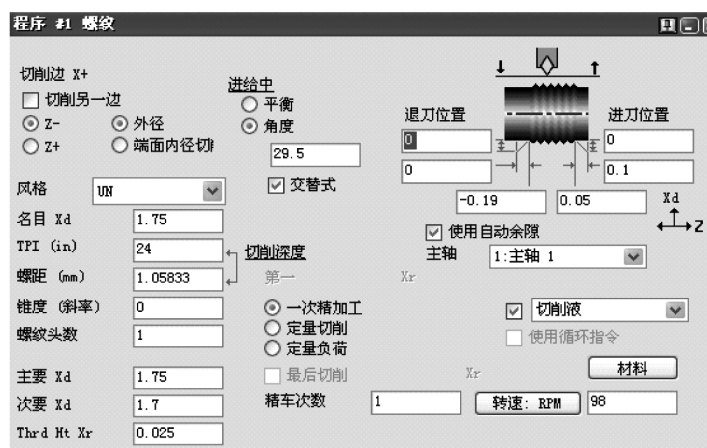

图 6-67 外螺纹车削
1) 应用#8 刀具创建外螺纹车削加工程序，如图 6-67 所示。